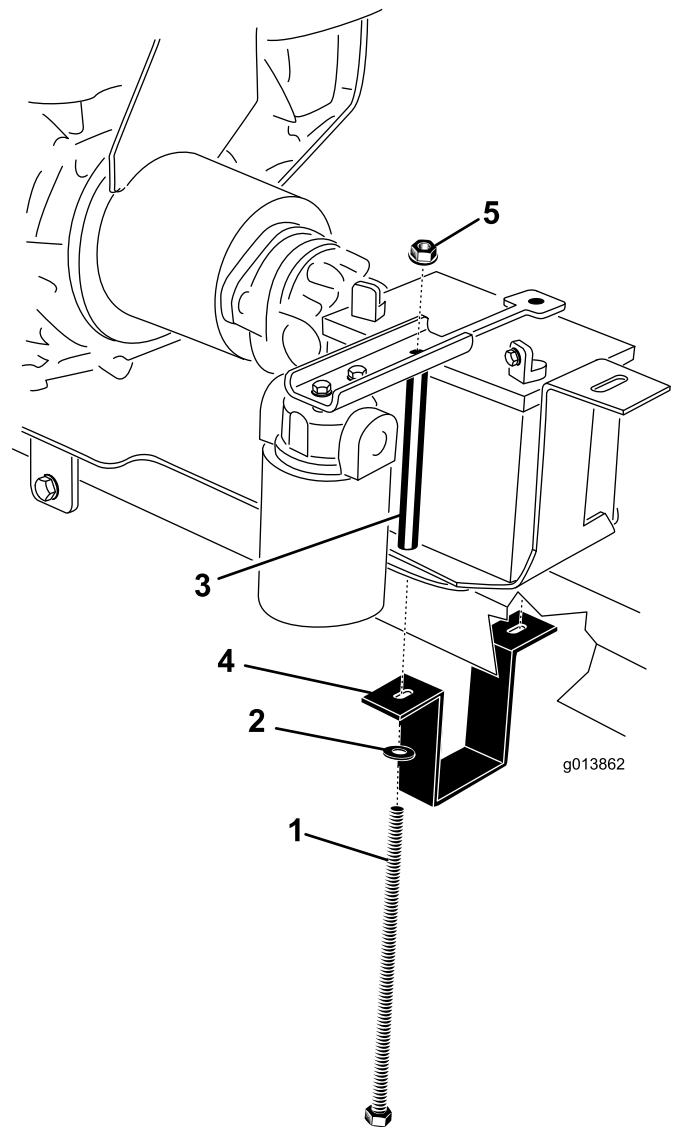

図 8
2. ワッシャ(2)                          5. フランジナット(2個)
21. エンジン取り付けブラケットを調整して、このブラケットがヒッチに対してしっかり取り付くようにする。エンジン取り付けブラケットをエンジン取り付けプレートに固定しているボルト 2 本をしっかりと締め付ける (図 8)。
23. バッテリートレイにバッテリーを載せる；端子が図 8 のようになるように載せること。
24. バッテリーにバッテリー押さえを取り付ける (図 8)。
25. バッテリー取り付け用ストラップを、ヒッチチューブの下に保持する (図 8)。
26. 右側では、ワッシャ、バッテリー押さえストラップ、エンジン取り付けプレート、バッテリートレイ、バッテリー押さえを貫通させて、バッテリーボルトを取り付ける。そしてフランジナットで仮止めする (図 8)。
27. 左側では、ワッシャ、バッテリー押さえストラップ、エンジン取り付けプレート、バッテリートレイ、バッテリーボルトチューブ、バッテリー押さえを貫通させて、ボルトを取り付ける。そしてフランジナットで仮止めする (図 8)。